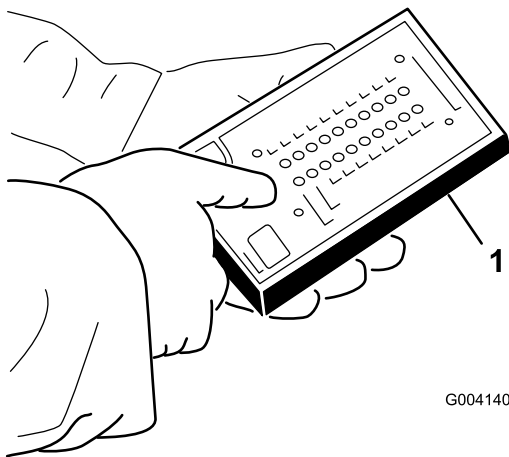

Figure 38
5. Branchez le connecteur de l'outil Diagnostic ACE au connecteur du faisceau de câblage (Figure 38).